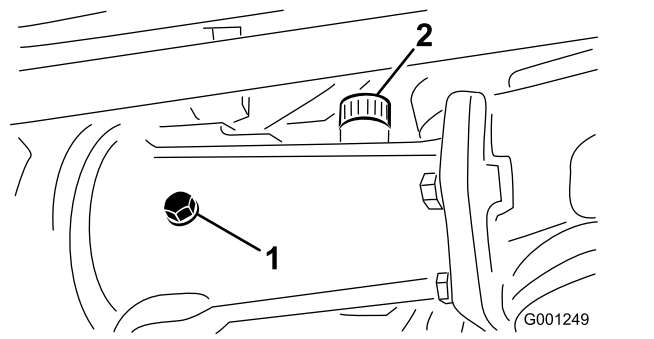
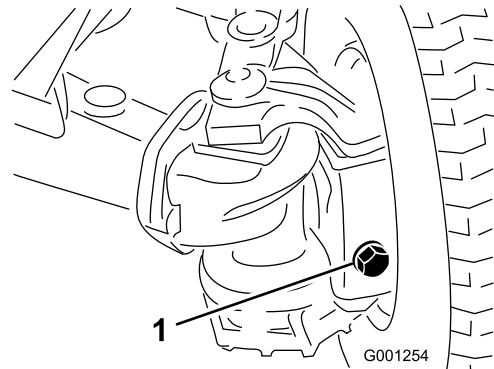

Figura 57
Figura 58
2. Retire el tapón de verificación de la carcasa del eje central y del eje, y los tapones de llenado/verificación de cada caja de eje exterior (Figura 57 y Figura 58).
3. Compruebe que el lubricante llega a las roscas de la parte inferior del orificio de cada tapón (Figura 57 y Figura 58).
- A. Para llenar la carcasa del eje central, retire el tapón de llenado (Figura 57).
- B. Añada lubricante del tipo especificado al depósito del eje trasero hasta que el lubricante llegue al borde inferior de los orificios de los tapones de verificación (Figura 57 y Figura 58).
- C. Si se retiró el tapón de llenado de la carcasa del eje central, aplique sellador de roscas PTFE a las roscas del tapón de llenado e instálelo en la carcasa (Figura 57).
5. Aplique sellador de roscas PTFE a las roscas del tapón de verificación de la carcasa del eje central y los tapones llenado/verificación de las 2 cajas de eje laterales (Figura 57).
6. Instale el tapón de verificación en la carcasa del eje central y los tapones de llenado/verificación en las 2 cajas de eje exteriores (Figura 57 y Figura 58).
1. Tapón de vaciado (3)
8. Aplique sellador de roscas PTFE a las roscas del tapón de verificación de la carcasa del eje central y los tapones de llenado/verificación de las 2 cajas de eje laterales; consulte Figura 57 y Figura 58 de Comprobación del lubricante del eje trasero \(página 58\).
9. Instale el tapón de verificación en la carcasa del eje central y los tapones de llenado/verificación en las 2 cajas de eje exteriores; consulte Figura 57 y Figura 58 en Comprobación del lubricante del eje trasero \(página 58\).